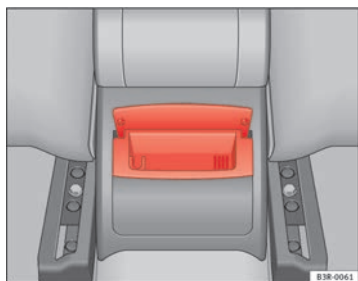

Fig. 134 Cenicero trasero
- Tome la carcasa por la tapa abierta ⇒ fig. 134 y extráigala hacia arriba.